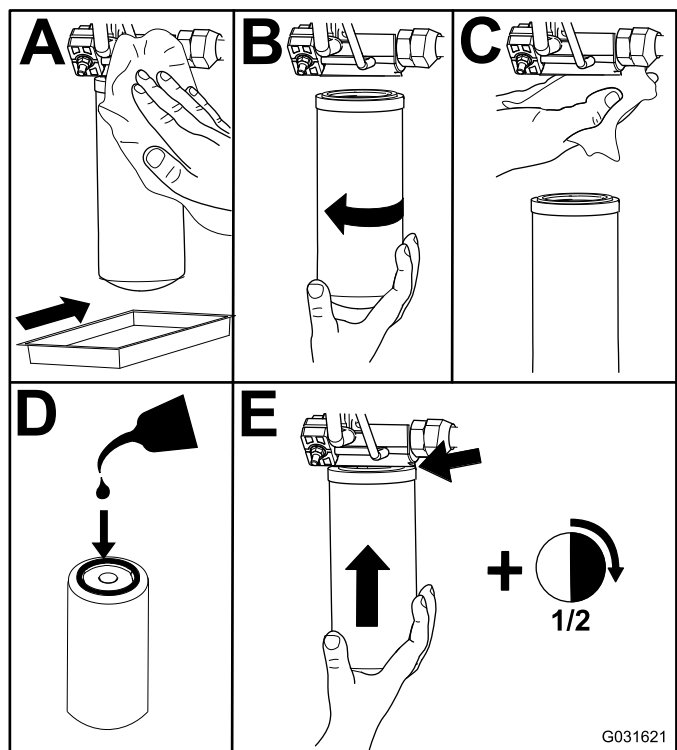

Рисунок 123
2. Замените гидравлический фильтр линии подачи в отделении гидромеханизма подъема, как показано на Рисунок 123.
4. Замените фильтр линии возврата с правой стороны машины (Рисунок 123).